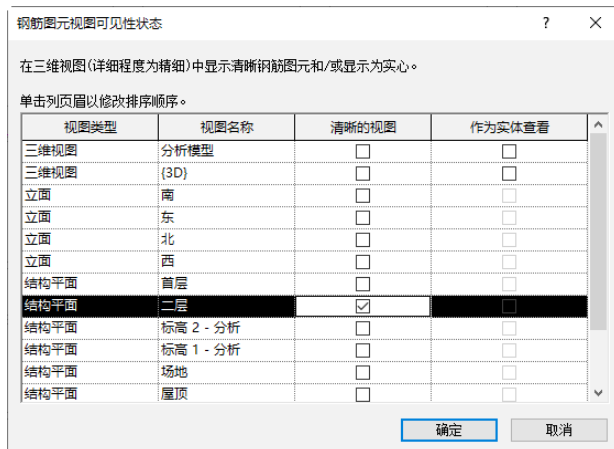

图 15-132 “钢筋图元视图可见性状态”对话框
(5) 单击“属性”选项板中“视图可见性状态”栏中的“编辑”按钮 ，打开“钢筋图元视图可见性状态”对话框，勾选“结构平面 2F”栏中的“清晰的视图”复选框，其他采用默认设置，如图 15-132 所示，单击“确定”按钮，使钢筋在二层结构楼层中可见。